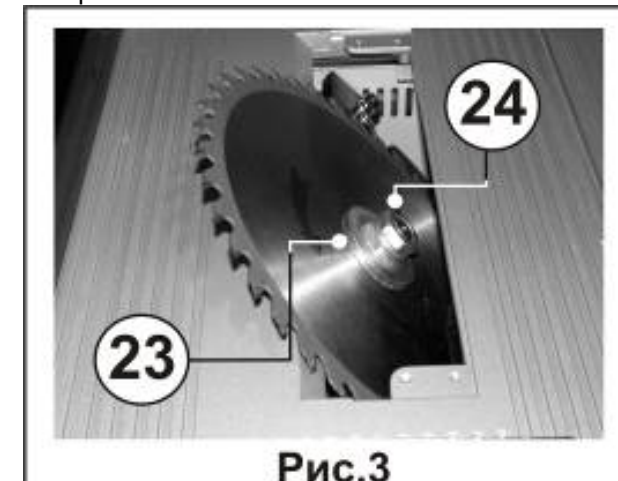

Рис.3
8.3. Замена пильного диска (Рис.3)
8.3.1. Снятие пильного диска (Рис.3)
8.3.2. Установка пильного диска (Рис.3)
ВНИМАНИЕ: При установке пильного диска следите, чтобы зубья пильного диска были направлены вниз в передней части пилы (Рис. 3).